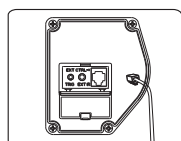

rys. 22
1. Jeden koniec przewodu wyzwalacza (triggera) należy włożyć do gniazda zlokalizowanego po lewej stronie kasety ekranu oznaczonego " TRIG", a drugi koniec przewodu do gniazda 12V projektora (rys.22).